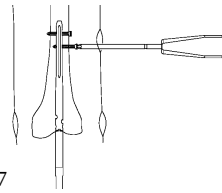

図 7
- ネイルに抜去アダプタを接続し, ドライバーを用いて骨幹部のフルスレッドスクリューを抜去します。 (図 7)